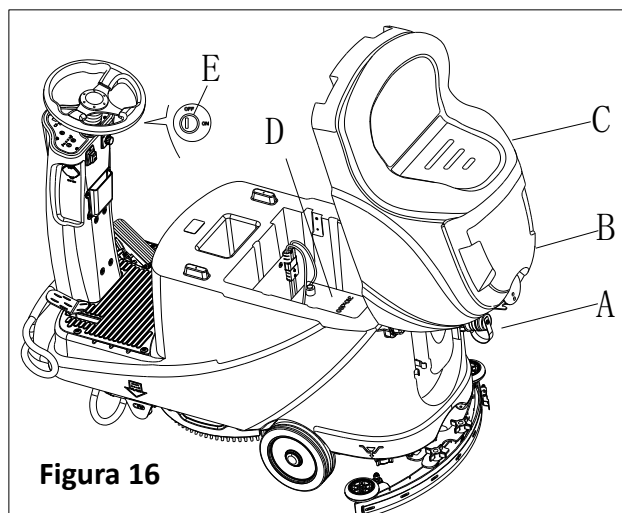
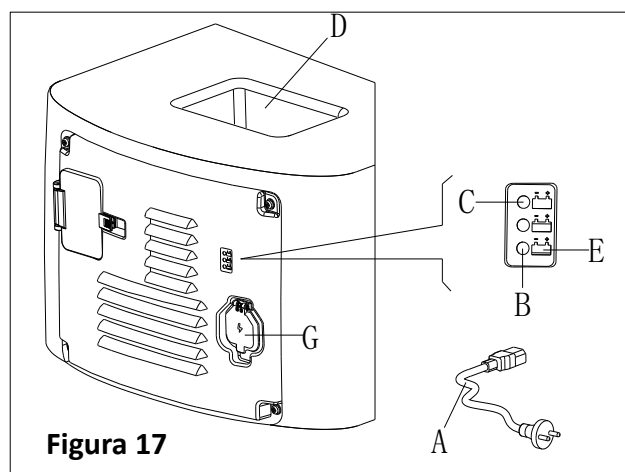

Figura 16
Figura 17
1. Aprire il coperchio del serbatoio di raccolta (B, Figura 16) per verificare se il serbatoio di raccolta (C) è vuoto, o svuotare il serbatoio di raccolta mediante il tubo di drenaggio (A).
- verificare il livello elettrolitico delle batterie (D), se necessario, aprire il coperchio per riempire di elettrolitico e quindi richiudere.
6. Collegare il cavo del carica-batteria (A, Figura 17) all'alimentazione (G), e quindi tutte le funzioni della macchina eccetto la ricarica vengono automaticamente interrotte. La spia luminosa LED rossa (B) normalmente accesa attesta che la macchina è in ricarica.
7. Le batterie sono completamente cariche quando la luce verde LED (C) si accende.
8. Staccare il cavo di ricarica della batteria dall'alimentazione a ricarica ultimata, quindi riporre il cavo del carica-batterie nel vano porta-oggetti (D).
Per ulteriori informazioni circa il carica-batterie a bordo (E, Figura 17), consultare il manuale a proposito del Servizio di Assistenza.